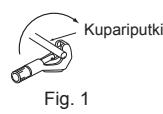

Fig. 1
- Poistoletkun on vietettävä alas pain virtauksen helpottamiseksi (Fig. 1).
- Aseta kylmäaineputki ja poistoletku vierekkäin ja kiedo niiden ympäri huopateippiä (4) alkaen loppupäistä. Aseta huopateipin (4) reunat päälekkäin noin 1/3 teipin leveydestä. Kiinnitä huopateipin (4) pää sidekiinnittimellä.
- Poista sisäyksikössä takana oikealla oleva poistokorkki (Fig. 1).
- 1) Leikkaa kuperiputki asianmukaisesti putkileikkurilla (Fig. 1 ja 2).